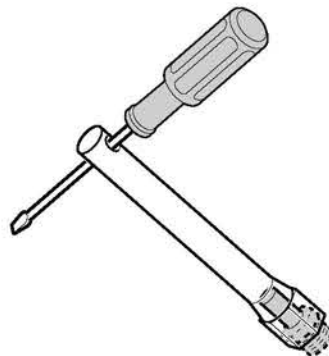

図 4-65 点火プラグの取り付け
5. 点火プラグを元通りに取り付け、プラグコードを確実に差し込みます。(図 4-65)
点火プラグを取り付けるときは、ねじ山をつぶさないように、はじめに手で締め込んでから、プラグレンチで締め付けてください。(図 4-65)